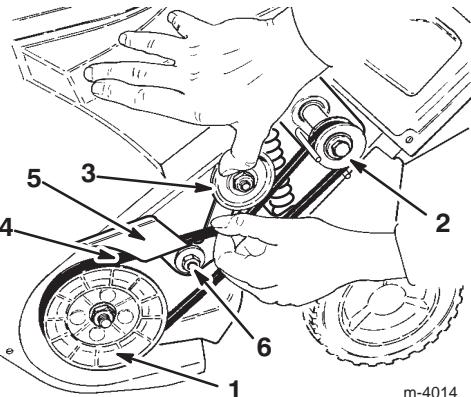

Figure 13
6. Desserrer l'écrou de pivot de tendeur (Fig. 13).
7. Retirer la courroie d'entraînement de la poulie du rotor (Fig. 13).
8. Abaisser le galet de tendeur pour libérer le bras de frein, et tirer la courroie de transmission de sous le bras de frein (Fig. 13).
9. Retirer la courroie de transmission de la poulie du moteur (Fig. 13).
10. Placer la courroie neuve autour de la poulie du moteur et sous le bras de frein (Fig. 13).
11. Tenir la courroie de transmission d'une main et la glisser sur la poulie du rotor, et faire tourner le rotor de l'autre main jusqu'à ce que la courroie soit complètement chaussée sur la poulie du rotor (Fig. 13).
14. Resserrer les écrous de fixation du moteur et l'écrou de pivot du tendeur (Fig. 13) à 19,2 à 22,6 N·m (170 à 200 in-lbs).